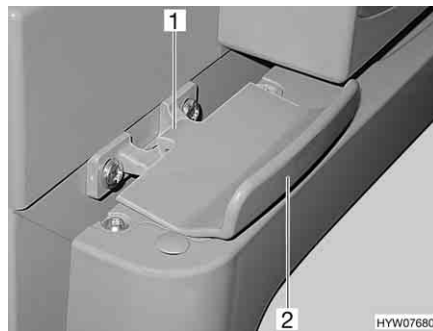

Fig. 177 Bloccaggio della porta del frigorifero, chiuso (Thetford)
- Aprire la porta del frigorifero tirando la maniglia (Fig. 177,2). Il bloccaggio (Fig. 177,1) si sblocca automaticamente.